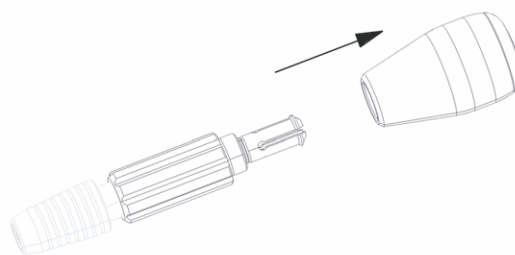

Fig. 8 Desmontagem do cabo de broca helicoidal
6.1 Cabo de broca helicoidal (1)
- ▶ Empurrar o cabo para o anel na direção oposta à da seta, ver Fig. 8.
6.2 Macho de parafusos S⁴ Cervical (4)